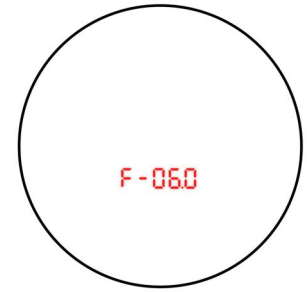

Figure 9
- Regarder dans l'oculaire pour voir le numéro de version du firmware s'afficher. Dans la Figure 9, le numéro F-06.0 est utilisé comme exemple.